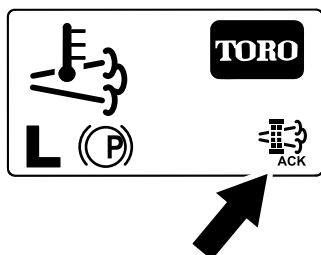

Figura 55
8. O InfoCenter apresenta o Ecrã inicial e o ícone de confirmação da regeneração (Figura 55) surge no canto inferior direito do ecrã enquanto a regeneração é processada.